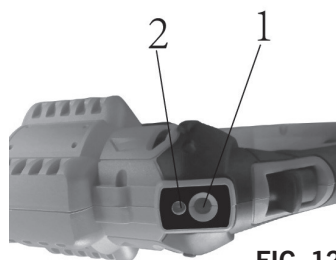

FIG. 12
Le bouton de réglage de la vitesse (pression) est situé sur le dessus de l'appareil (1) fig. 12. Pour sélectionner la vitesse (pression) souhaitée, appuyez sur le bouton (1) et le témoin (2) changera de couleur selon le choix du réglage. La couleur rouge correspond au réglage le plus élevé (ou vitesse/pression/jet plus élevés), appuyez à nouveau sur la touche et l'indicateur passera au vert, qui correspond au réglage normal (vitesse/pression/jet inférieurs).